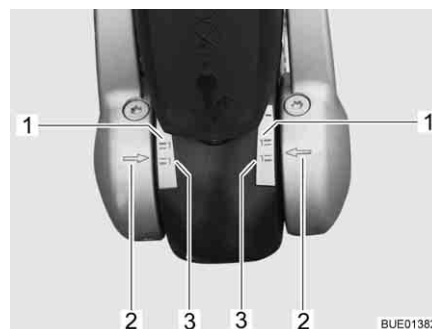

Bild 211 Indikering friktionsbelägg vänster och höger
- När pilarna på tryckbrickan (Bild 211,2) är nedanför eller vid den gröna markeringsytan (Bild 211,3) är friktionsbeläggen i fullgott skick.
- När pilarna på tryckbrickan är inom markeringsytorna (Bild 211,1 och 3) är friktionsbeläggen lätt slitna.
- När pilarna på tryckbrickan är vid eller nedanför den röda markeringsytan (Bild 211,1) är friktionsbeläggen utslitna. Låt byta friktionsbeläggen.